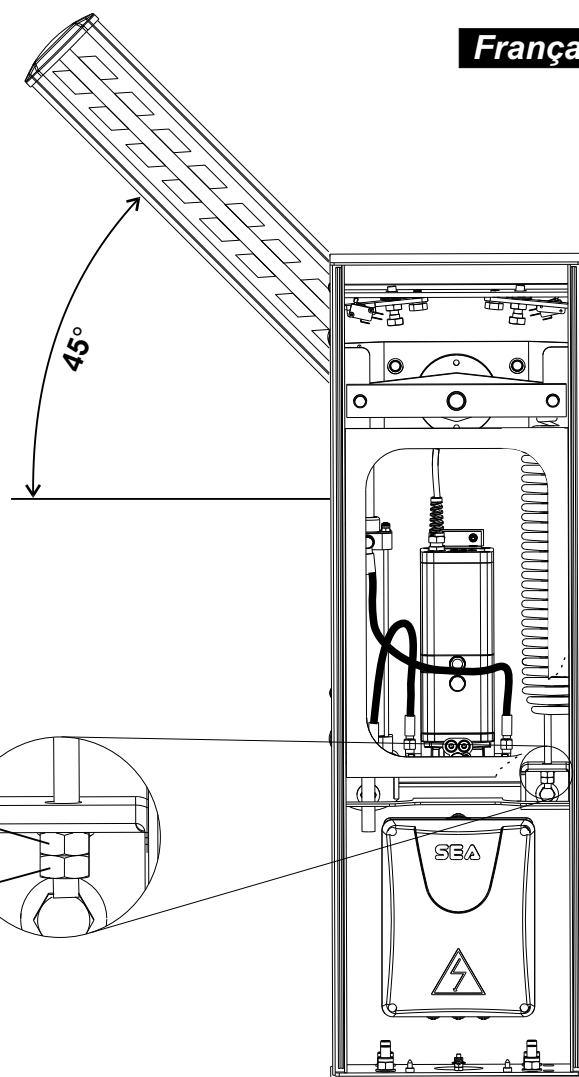

Fig. 13
- Déverrouiller la lisse avec le déverrouillage manuel, de façon qu'elle est libre de s'ouvrir et de se fermer manuellement (Fig.13).
- Dévisser ou visser l'écrou de tension du ressort jusqu'à atteindre le point d'équilibre à 45° (Fig. 13). La condition optimale d'un parfait équilibrage c'est obtenu quand la lisse reste dans la position indiquée dans Fig.13.